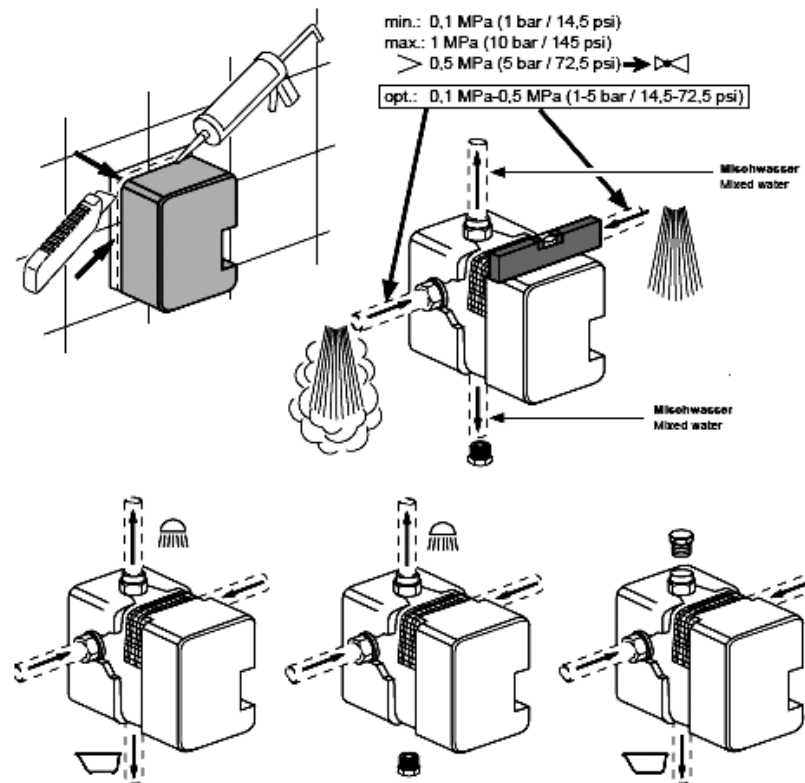

图 1.
1. 将带有护箱水龙头按照图1的规定装到准备于安装的地方。安装深度范围具有«min» 和 «max» 标记。将混合水龙头连接到供水系统。将护箱去掉 (图1)。